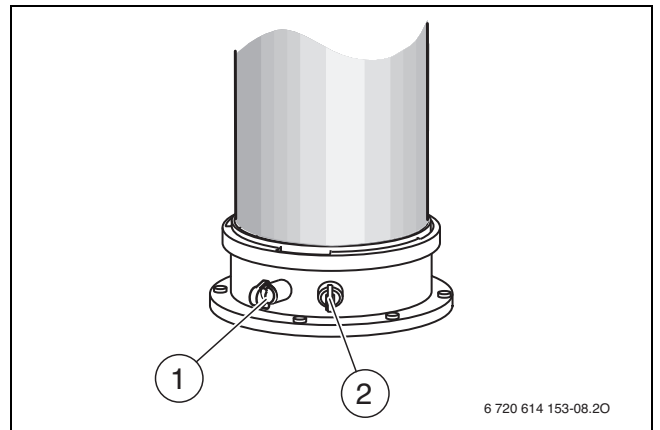

Bild 10 Abgasmessstutzen und Verbrennungsluft-Messstutzen
- ▶ Stopfen am Verbrennungsluft-Messstutzen (→ Bild 10, [2]) entfernen.
- ▶ Stopfen am Abgasmessstutzen (→ Bild 10, [1]) entfernen.